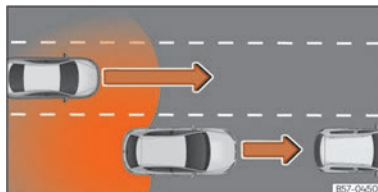

Fig. 117 Avançament amb trànsit a la part posterior.
- Quan us avança un altre vehicle >>> **fig. 117**.